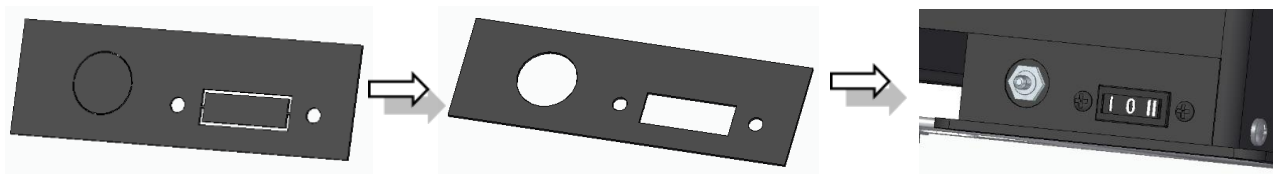

Figure 48 – Fixation du micro-interrupteur et bouton On-Off
a. Sur ces modèles, le kit de ventilation est placé sous l'appareil. Pour fixer le kit de ventilation optionnel, vous devez d'abord casser les micro-joints sur le fond avec un marteau, afin de pouvoir fixer le ventilateur et les accessoires du kit de ventilation, voir Figure 48.